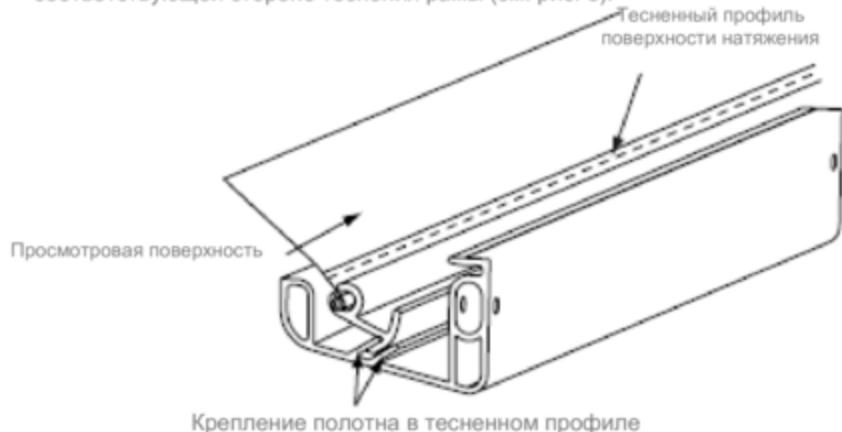

Рис. 8
- Установите какую-либо сторону поверхности в выемку #1 на соответствующей стороне теснения рамы (см. рис. 8).